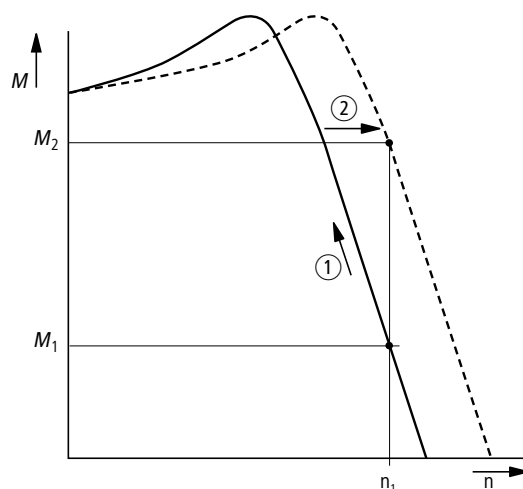

Рисунок 78: Характер изменения скорости с компенсацией скольжения
Как видно на следующем графике, по мере нарастания момента нагрузки ① итоговое снижение скорости компенсируется увеличением частоты на выходе ② (→ Рисунок 78).